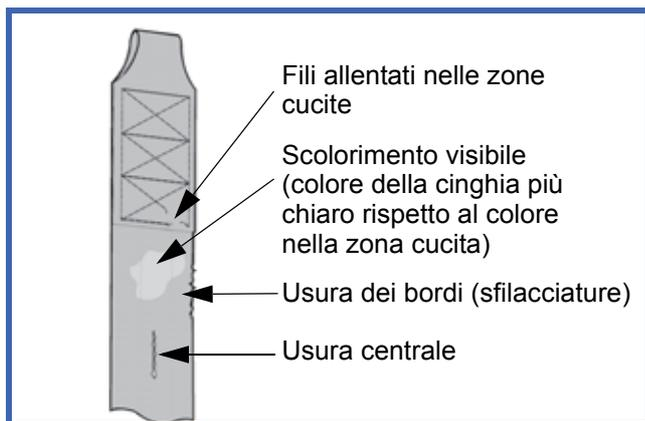

Fig. 53
- 2) Verificare l'eventuale presenza di segni di usura o scolorimento (vedere Fig. 53).